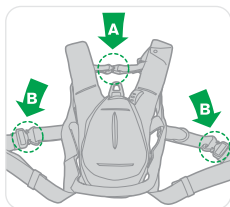

Figur 10
- Åbn hurtigt-udløsserspænderne, der er monteret på bryst- og benstroppe (Se Figur 10).